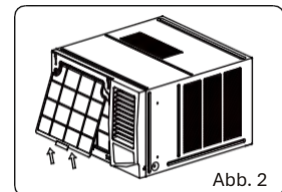

Abb. 2
Fassen Sie die Zunge am Ende des Filters, heben Sie sie an, ziehen Sie sie dann zu sich und ziehen Sie den Filter nach außen (siehe Abb. 2).
1. Stecken Sie den Luftfilter von oben nach unten in den Schlitz des Rahmens. (siehe Abb.2)